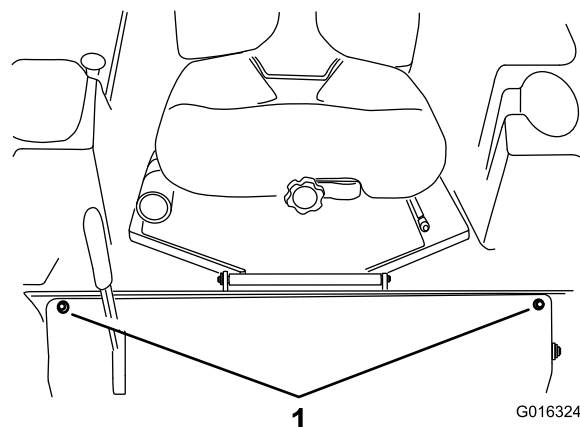

Figura 3
1. Rimuovete e conservate i 2 bulloni con filettatura UNC (Figura 3).